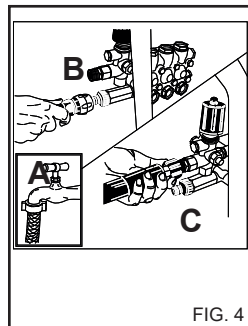

FIG. 4
Поверните кран подачи воды (рис. 4А).
4) Закройте кран водопровода (рис. 4А).